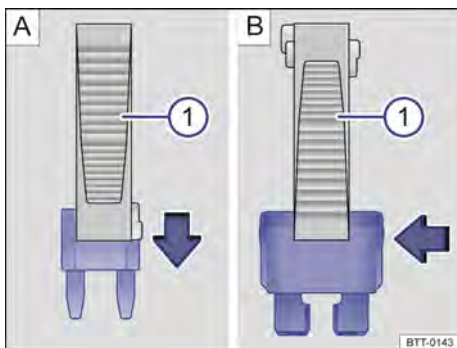

Fig. 196 Remover ou instalar um fusível com a garra da pinça de plástico (1).
→ Fig. 196 ① da cobertura da caixa de fusíveis.
- Em caso de *fusíveis pequenos*, encaixar a garra ① por cima → Fig. 196 A.
- Em caso de *fusíveis maiores*, empurrar a garra ① lateralmente sobre o fusível → Fig. 196 B.
- Caso o fusível esteja queimado, substituir o fusível por um novo da *mesma* intensidade de corrente (mesma cor e inscrição) e do *mesmo* tamanho → ①.